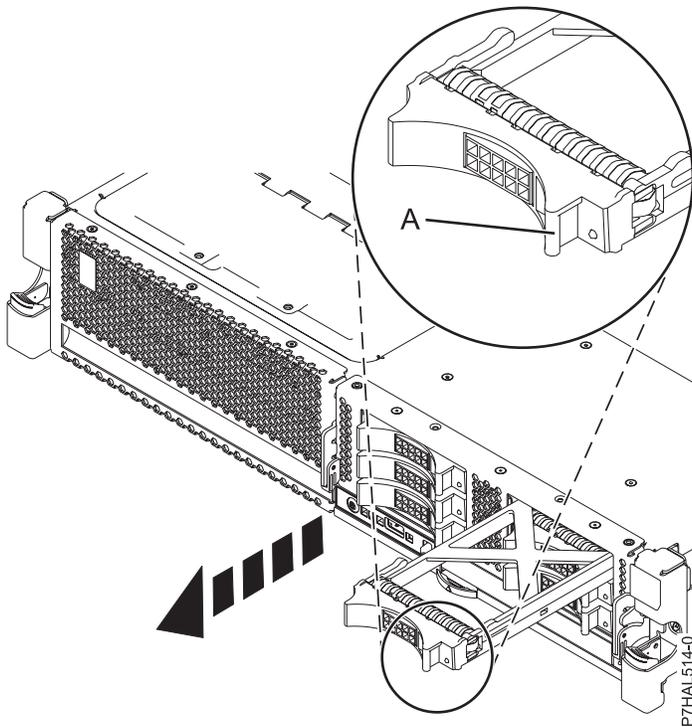

Abbildung 26. Plattenlaufwerk-Platzhalterelement ausbauen
3. Ziehen Sie das Plattenlaufwerk-Platzhalterelement am Griff (A) aus dem Steckplatz heraus (siehe Abb. 26 auf Seite 48).